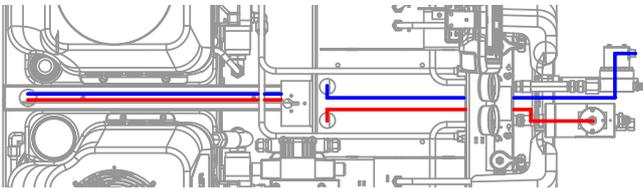

FIG. 13: Tendido del cable de datos del flujómetro
11. Tienda el cable de datos del flujómetro como se muestra en la FIG. 13